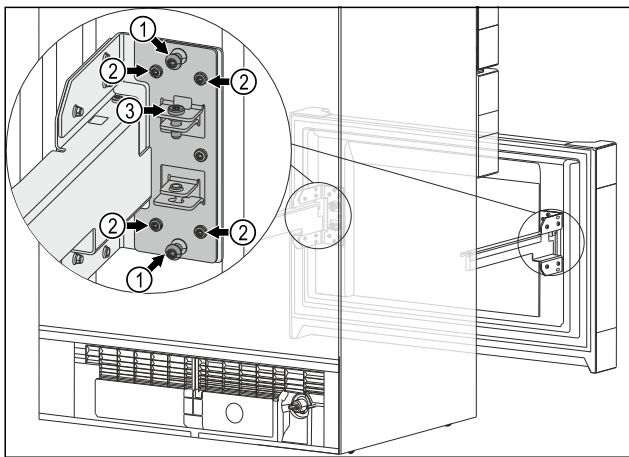

Fig. 14
- Retirer les deux vis Fig. 14 (1) intermédiaires.
- Desserrer les quatre vis Fig. 14 (2).
- Position finale du chariot à glissière atteinte : serrer les quatre vis Fig. 14 (2).
- Vous n'avez plus besoin des vis Fig. 14 (1) intermédiaires.